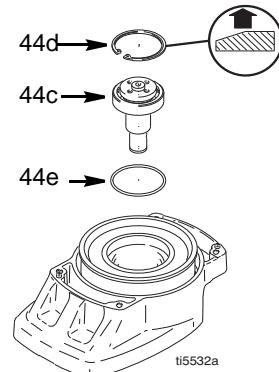

FIG. 6
7. FIG. 6. Fjern låseringen (44d).
- FIG. 6. Monter o-ringene (44e).